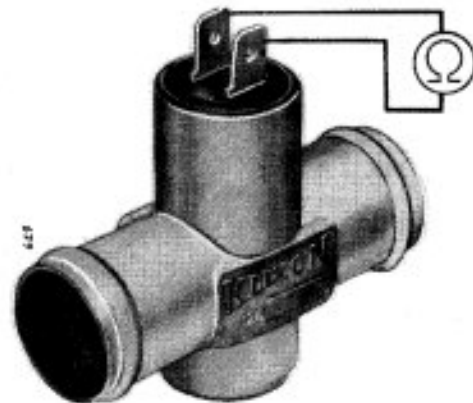

Bild 6
– Thermoschalter Bild 6 prüfen